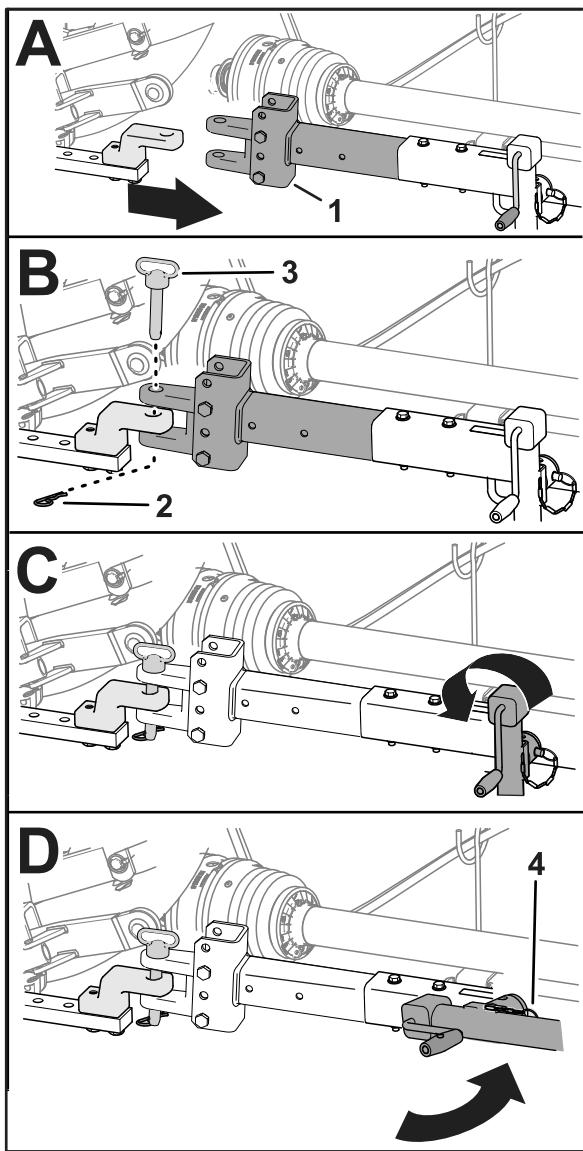

Figura 29
attraverso i fori nella barra di traino e nel timone e fissate il perno con la coppiglia (Figura 29).
- Sollevate completamente il martinetto (Figura 29).
- Rimuovete il perno che fissa il martinetto alla barra di traino, ruotate in orizzontale il martinetto e fissate il martinetto sulla barra di traino con il perno (Figura 29).